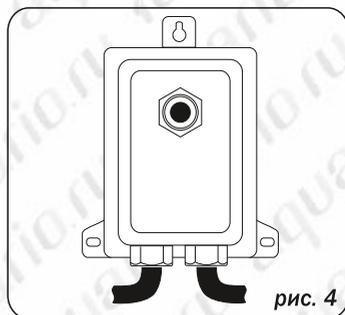

рис. 4
- Кроме встроенного термореле однофазные насосы серии VORTEX укомплектованы внешним автоматом защиты, который установлен в пластиковом боксе, закрепленном на кабеле насоса (рис.4)
| Автомат защиты находится в разомкнутом состоянии. | Нажать кнопку автомата защиты См.п.5.4, рис.4 |